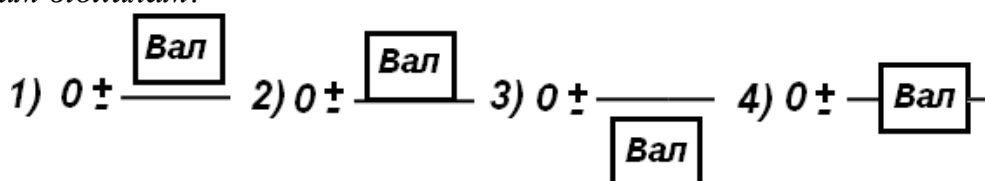

Рис. 1.3. Ескізи до запитання 17
17. На кресленіку вала позначений номінальний розмір з граничними відхилами: $\varnothing 24_{+0,04}^{+0,06}$. Яка із наведених схем (рис. 1.3) відповідає вказаним граничним відхилам?